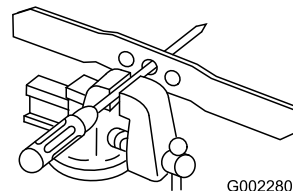

Figura 32
1. Verificate il bilanciamento della lama collocando il foro centrale della lama su un chiodo o sul codolo di un cacciavite serrato orizzontalmente in una morsa (Figura 32).